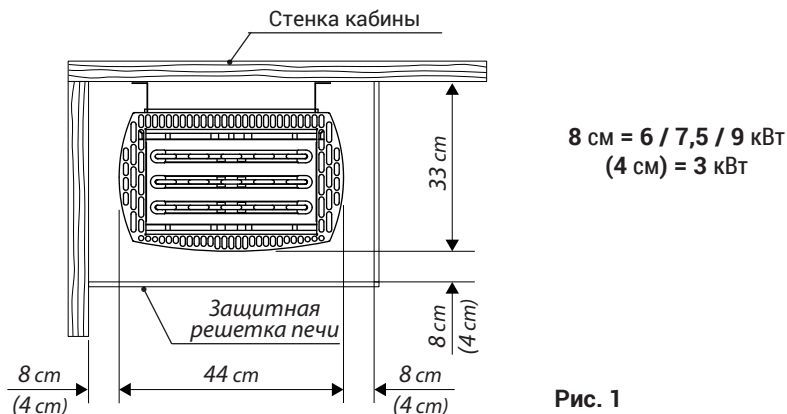

Рис. 1
- Боковые расстояния (по горизонтали) между нагревательным прибором и стенкой кабины, а также защитной решеткой кабины, полкой и другими воспламеняемыми материалами указаны на рис. 1.